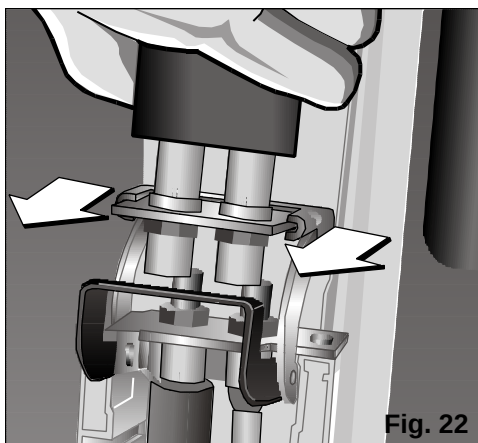

Fig. 22
- ❑ Extraia a mangueira das suas guias de alojamento, puxando-a para fora. **Fig. 22**.